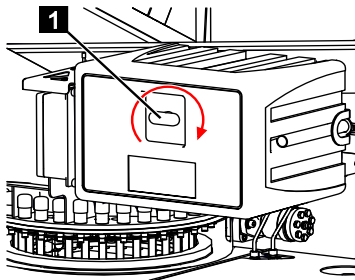

Fig. 213
3. Tourner le verrouillage (Fig.213/1) dans le sens des aiguilles d'une montre et tirer le volet vers l'arrière.
4. Enfoncer le cache sur le verrouillage (Fig.213/1).